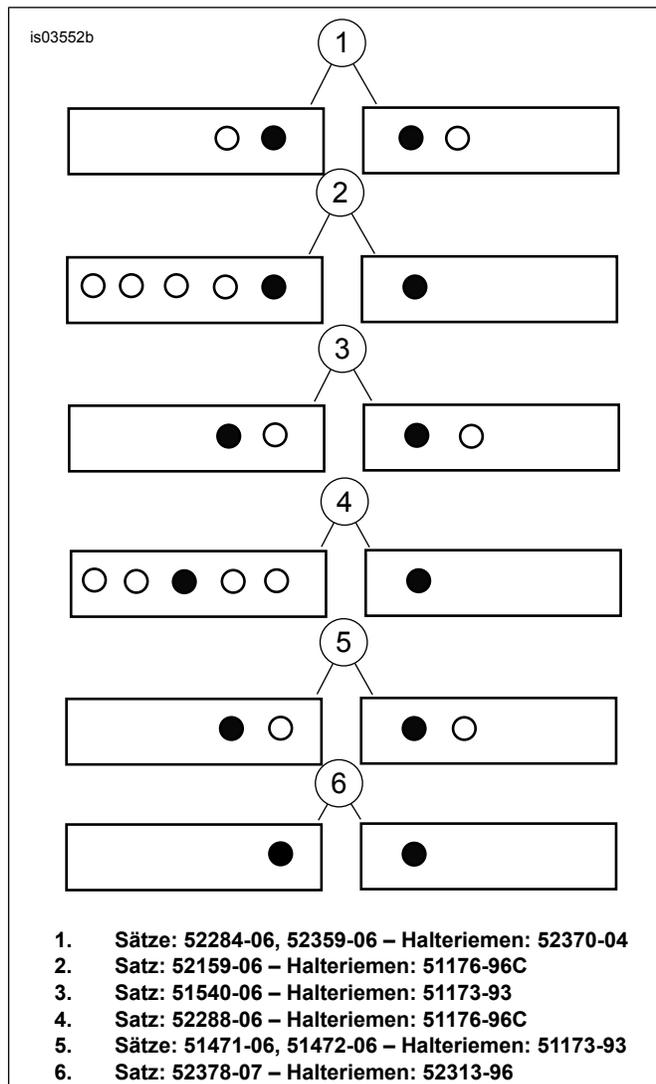
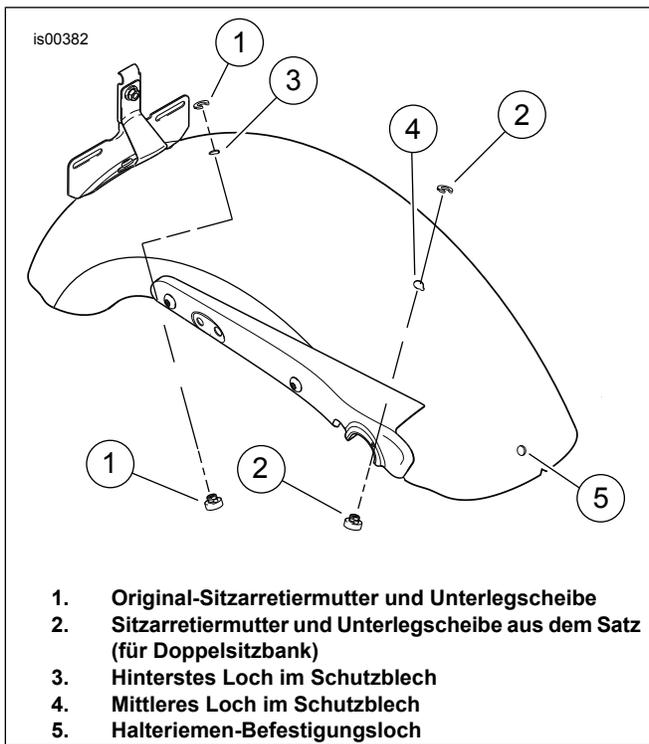
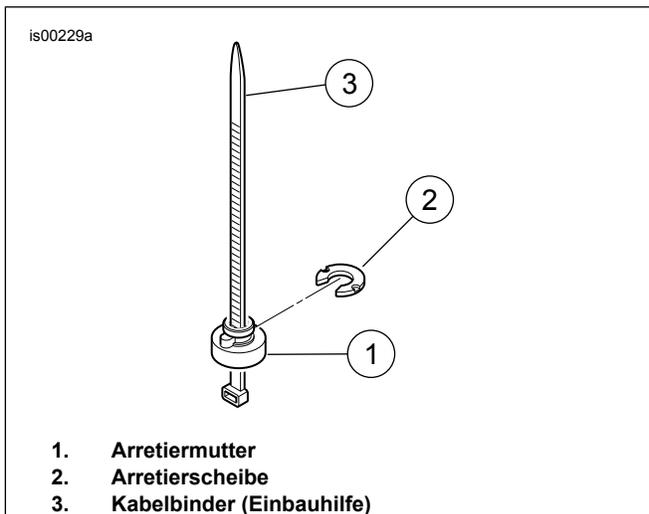
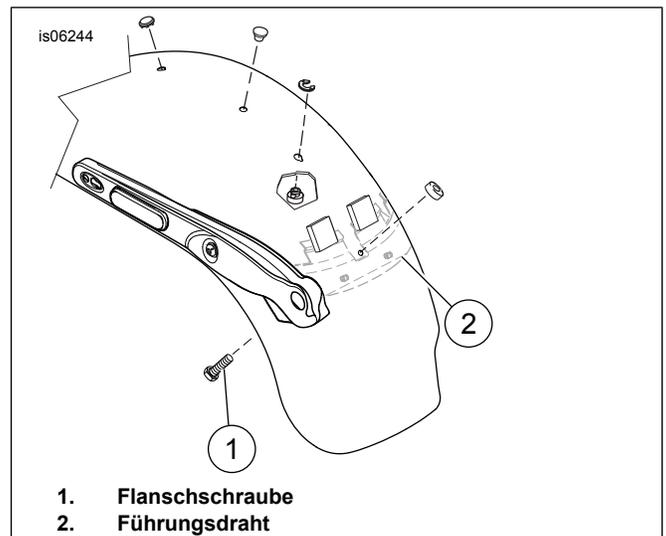

Abbildung 1. Einbau des Halteriemens
Abbildung 2. Position der Arretiermutter
Abbildung 3. Die Arretiermutter einbauen
Abbildung 4. Einbau des Halteriemens – FXDWG-Modelle
3. Welche Löcher für den Einbau des jeweiligen Halteriemenn zu verwenden sind, ist Abbildung 1 zu entnehmen (das richtige Loch ist auf der Abbildung dunkel gekennzeichnet). Der neue Halteriemenn ist an derselben Stelle anzubringen, an der sich der ursprüngliche Halteriemenn befand (Original-Befestigungsteile wiederverwenden). Auf ein Drehmoment von 6,78–10,17 N·m (60–90 in-lbs) anziehen. **Für FXDWG-Modelle ab 2010:** Siehe Abbildung 4. Sicherstellen, dass der Kopf der Flanschschraube (1) den Führungsdraht (2) nicht berührt und gegen das Schutzblech hin eingebaut ist.
2. Siehe Abbildung 2. Die Kunststoffkappe vom hintersten Loch im Schutzblech (3) entfernen.
4. Siehe Abbildung 3. Als Montagehilfe kann ein Kabelbinder verwendet werden, mit dem sich die Arretiermutter und die zugehörige Unterlegscheibe leichter aus- und einbauen lassen. Die Arretiermutter (1) so auf den Kabelbinder (3) stecken, dass die breitere Seite der Mutter auf der Öse des Kabelbinders aufsitzt. Den Kabelbinder von unterhalb des Schutzblechs durch das hinterste Loch im Schutzblech hindurch stecken. Den Kabelbinder nach oben ziehen, um die Mutter fest an der Unterseite des Schutzblechs anzubringen.
5. Die Nase an der Arretiermutter in die entsprechende Aussparung im Schutzblechloch gleiten lassen und die Arretierscheibe (2) von der Rückseite her aufschieben. Hiermit wird die Arretiermutter in ihrer Position gesichert. Den Kabelbinder entfernen.
7. Die Flanschschraube von der Innenseite des Schutzblechs her in das Halteriem-Befestigungsloch im Schutzblech einführen ( Abbildung 2, Teil 5). Die Schraube mit der Kunststoff-Arretiermutter sichern. **Für FXDWG-Modelle ab 2010:** Siehe Abbildung 4. Sicherstellen, dass der Kopf der Flanschschraube (1) den Führungsdraht (2) nicht berührt und gegen das Schutzblech hin eingebaut ist.
8. Den neuen Sozius-Halteriem aus dem Satz entsprechend dem Diagramm in Abbildung 1 montieren. Die Unterlegscheibe und Mutter anbringen und die Mutter auf ein Drehmoment von 6,78–10,17 N·m (60–90 in-lbs) anziehen.